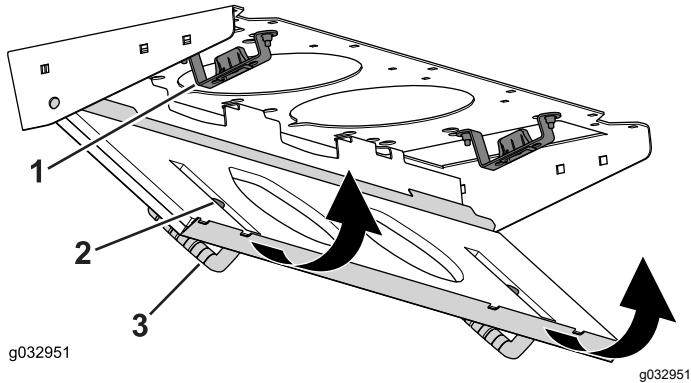

Figura 99
4. Gire la rejilla del filtro sobre las pestañas hasta que el resbalón se bloquee en el cerradero (Figura 99).